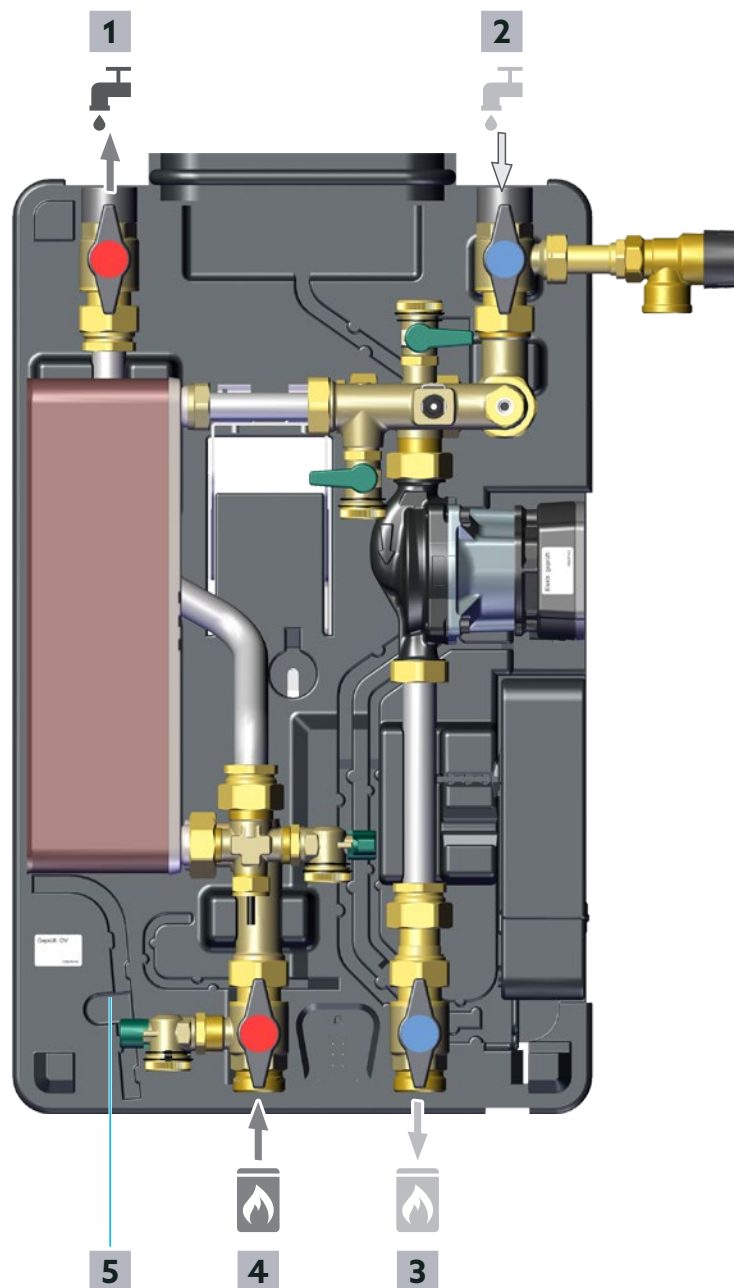

Abb. 14: Funktionsbeschreibung
- Montieren Sie gegebenenfalls möglichst nahe an den Kaltwasser-Anschluss der Station einen weiteren Trinkwasser-Filter (TF) (Oventrop Zubehör).
- Montieren Sie einen Rückflussverhinderer (Position 4 in Abb. 4 auf Seite 14) in den Vorlauf Trinkwasser kalt (Position 2 in Abb. 14 auf Seite 22), um das Trinkwasser kalt vom bereits erwärmten Trinkwasser innerhalb der Station zu trennen.